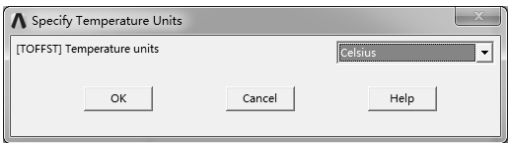

图 8-141 选择温度单位
1) 选择“Main Menu>Preprocessor>Materials Props>Temperature Units”命令, 弹出“Specify Temperature Units”对话框, 选择 Celsius 单位, 如图 8-141 所示。